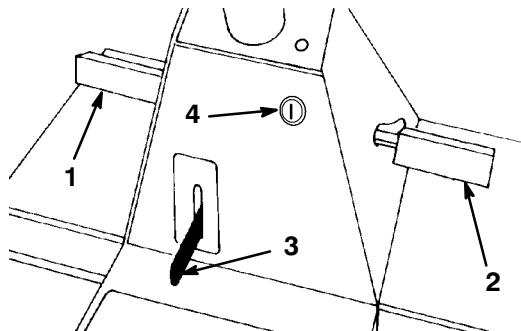

Bild 9
Das Kupplungspedal (Bild 9) wird zusammen mit dem Schalthebel benutzt. Drücken Sie das Kupplungspedal voll durch, wenn Sie Gänge schalten und jedes Mal, wenn Sie die Bremse benutzen.
Drücken Sie das Bremspedal (Bild 9), um die Zugmaschine abzubremsen oder zum Stillstand zu bringen. Wenn Sie das Pedal drücken, greift eine Bremsbacke an der Seite der Antriebsachse ein. Vergessen Sie nicht, das Kupplungspedal zu drücken, wenn Sie die Bremse benutzen.
Benutzen Sie die Feststellbremse (Bild 9) zusammen mit dem Bremspedal. Wenn Sie das Pedal durchdrücken, hält das Ende des Feststellbremsshebels das Bremspedal in der gedrückten Stellung, und ein Bremsklotz beißt in die Bremsscheibe an der Seite der Antriebsachse.
2. Bewegen Sie den Feststellbremsschalter (Bild 9) nach oben und lassen das Bremspedal los.
Das Zündschloss (Bild 9) hat drei Stellungen: Aus, Lauf und Start. Der Schlüssel kehrt aus der Startposition von selbst in die Laufstellung zurück, wenn Sie ihn nach dem Anlassen des Motors loslassen.